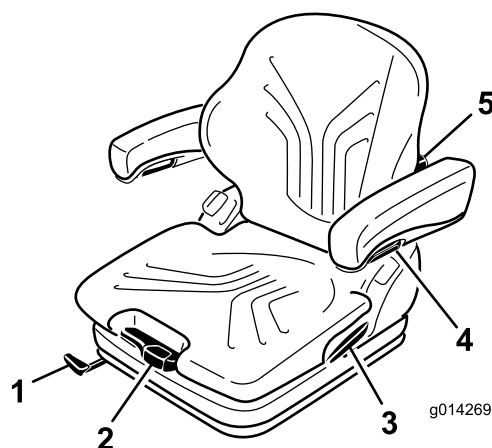

Figure 19
Vous pouvez régler le siège en fonction de votre poids en tirant ou en poussant le levier de réglage correspondant (Figure 19).
1. Levez le levier pour débloquer et régler le siège (Figure 19).
En tournant le bouton de réglage vers le haut, vous pouvez régler le renflement de la partie supérieure du dossier. Tournez le bouton de réglage vers le bas pour ajuster le renflement dans la partie inférieure du dossier (Figure 19).
Pour régler la hauteur des accoudoirs, séparez le cache rond (Figure 19) du couvercle, desserrez l'écrou hexagonal (13 mm) qui se trouve derrière, réglez les accoudoirs à la position voulue puis resserrez l'écrou. Remplacez le cache sur l'écrou.
Pour régler l'angle des accoudoirs, tournez le bouton de réglage (Figure 19).
Tirez sur le levier pour libérer le verrou du dossier (Figure 19). Lorsque le verrou est libéré, ne vous appuyez pas contre le dossier.